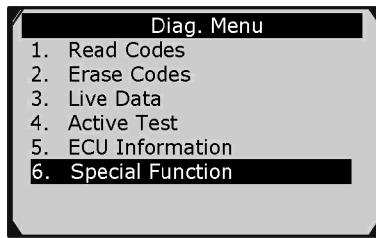

Рисунок 8-3
1) В меню диагностики (см. рисунок 8-3) с помощью кнопок прокрутки вверх/вниз выберите пункт **Special Function** [Специальная функция], чтобы выполнить проверку электрического стояночного тормоза с использованием двух функций: **Brake cable replacement** [Замена тормозного троса] и **Electric parking brake replacement** [Замена электрического стояночного тормоза].
1. Следуйте вышеприведенным инструкциям, чтобы отобразить окно **Diag. menu** [Меню диагностики]. См. рисунок 8-3.